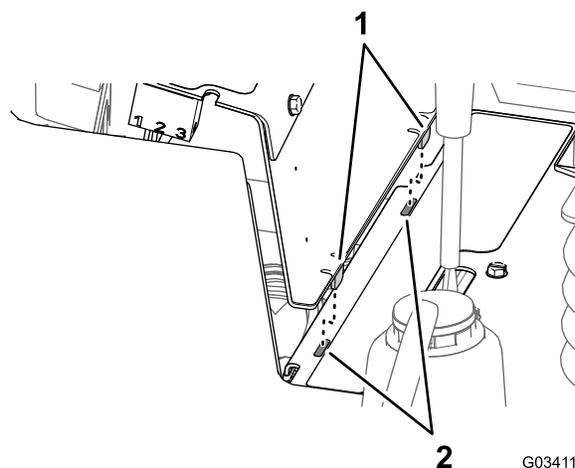

図 58
2. サイドパネルの底部にあるタブ2ヶ所をコンソールのフレームのスロット2カ所に合わせる(図 58)。